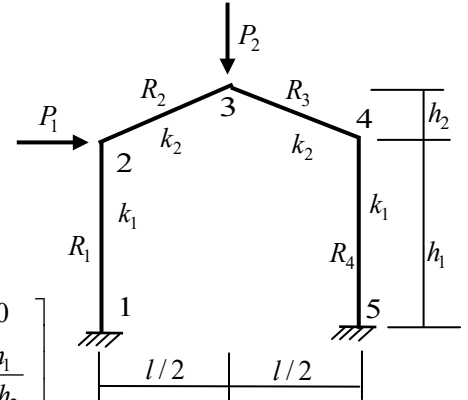

図 6 異形ラーメンの解析モデル
まず、図 6 に示す切妻屋根を有する骨組を用いて、骨組全体の釣合式を求めてみよう。まず、独立部材角を R_1, R_4 とすると、部材角の関係は、式 (7) に見られるように次式で与えられる。